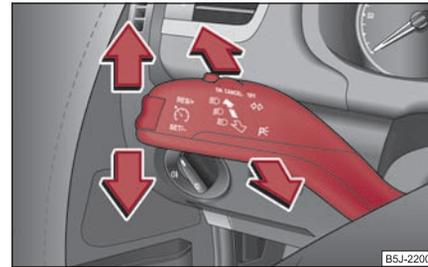

Abb. 51 Der Blinklicht- und Fernlichthebel
- Drücken Sie den Fernlichthebel zum Einschalten des Fernlichts nach vorn \Rightarrow Seite 56, Abb. 51.
- Drücken Sie den Hebel nach oben bzw. nach unten ⇒ Abb. 51.